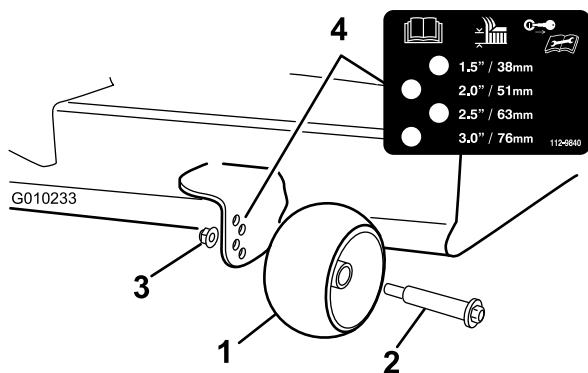

Figura 17
3. Ajuste los rodillos protectores del césped según se muestra en Figura 17 a la posición de altura de corte más próxima.